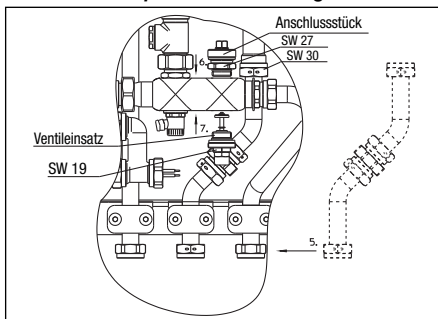

Abb. 5 Einbau – Teil 1
5. Die Rohrgruppe in der Wohnungsstation „Regudis W-HTU“ wie in Abb. 5 angegeben positionieren und mit neuen Dichtringen wieder festschrauben (SW 30). Dabei alle Überwurfmutter der Rohrgruppe fest anziehen. Den Schellenkörper wieder auf das Rohr setzen und die Schrauben mit Hilfe eines Inbusschlüssels (SW 5) wieder anziehen.
6. Das Anschlusstück (SW 27) von oben in den Edelstahlverteiler, wie in Abb. 5 gezeigt, fest einschrauben.